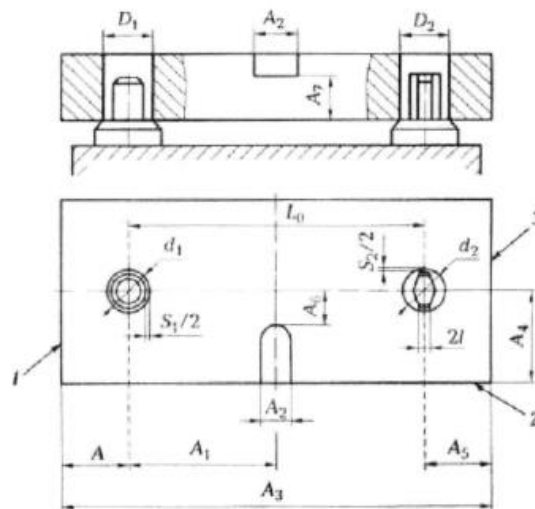

Рисунок 3 - Базирование по цилиндрическому и срезанному пальцам
3. При установке заготовок на плоскость и два отверстия обрабатывают поверхности A_1 , A_2 , A_3 , A_4 , A_5 , A_6 и A_7 (см. рис. 3). Требуется построить схему базирования и определить погрешность базирования для указанных размеров, если известно, что базовые отверстия заготовок D_1 и D_2 выполнены с допуском $T_{D1} = T_{D2} = 0,013$ мм, установочные пальцы d_1 , и d_2 с допуском $T_{d1} = T_{d2} = 0,009$ мм, а минимальный зазор в сопряжении базовых отверстий с установочными пальцами $S_{1min} = S_{2min} = 0,007$ мм. Размер между осями базовых отверстий $L_0 = (150 + 0,05)$ мм; $A = A_5 = 130^{+0,15}$ мм.